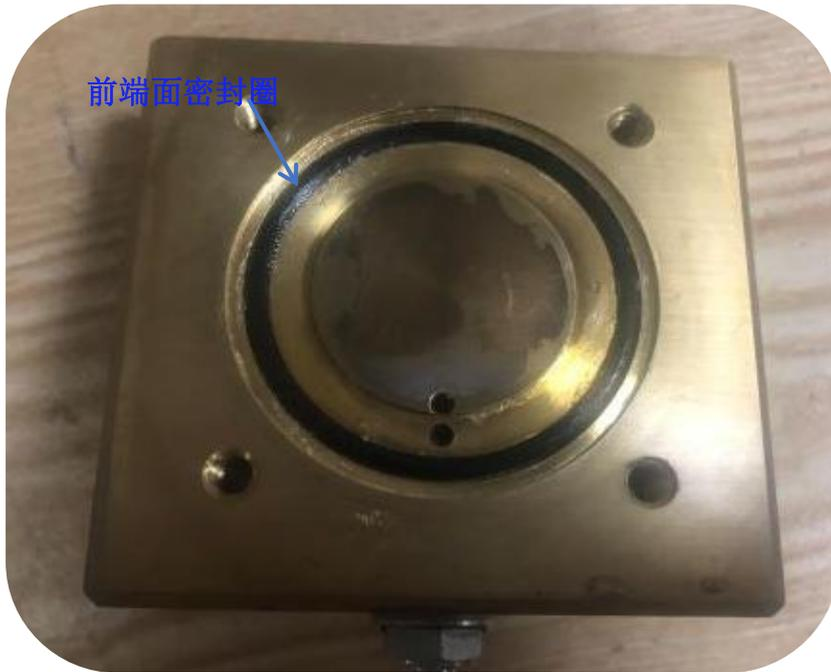

图 8 更换缸体前端面 O 型密封圈
2) 检查缸体前端面的密封圈：若密封圈完好则不用更换；若破损则取大小为 45.69*2.62mm 的密封圈,更换前必须在密封圈表面均匀涂上 DC4 硅脂，更换完成如图 8 所示：